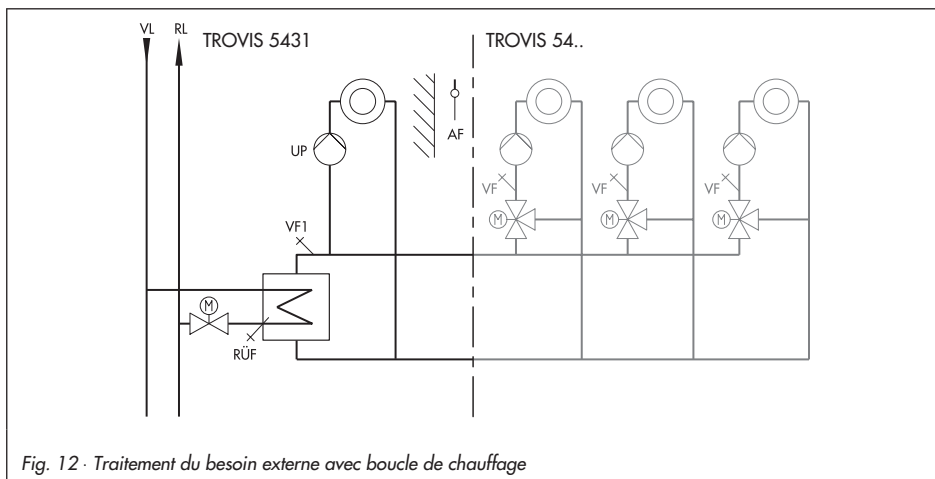

Fig. 12 · Traitement du besoin externe avec boucle de chauffage
- ▶ Avec sonde extérieure (CO1 F07-1), le régulateur TROVIS 5431 règle son propre circuit de chauffage (également sa propre préparation ECS pour les installations 4 et 5) et le besoin externe des régulateurs secondaires représentés sur la fig 12. Les périodes d'occupation peuvent alors être réglées. Seule une température de départ maximale ou minimale limite la consigne